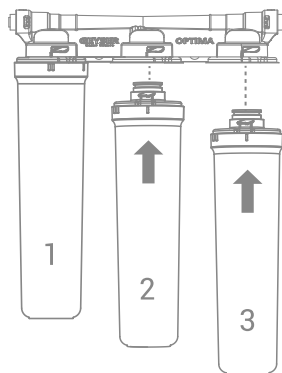

Рис. 3
2. Установите по очереди картриджи в скобу, в соответствии с их нумерацией (рис. 3).